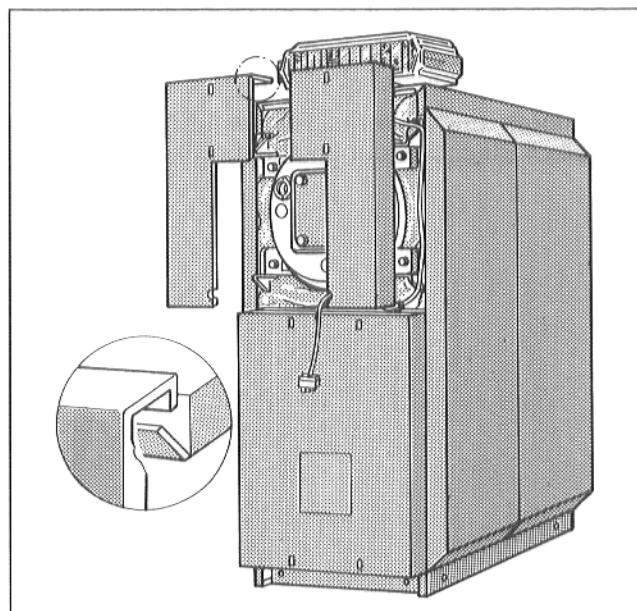

Abb. 24
- Linke und rechte Vorderwand oben in die rechten und linken Haubenteile so einhängen, daß die untere Abkantung hinter der Einhängeleiste sitzt (Abb. 24).
- Brennerkabel durch die beiden Halbkreisausparungen nach außen führen (Abb. 24).